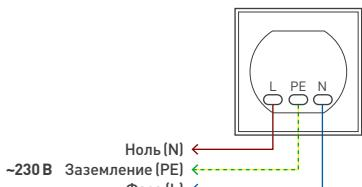

Рис.1.
- 3.5. Подключите провода сетевого питания AC 230 В к контактам розетки в соответствии со схемой [рис. 1]: